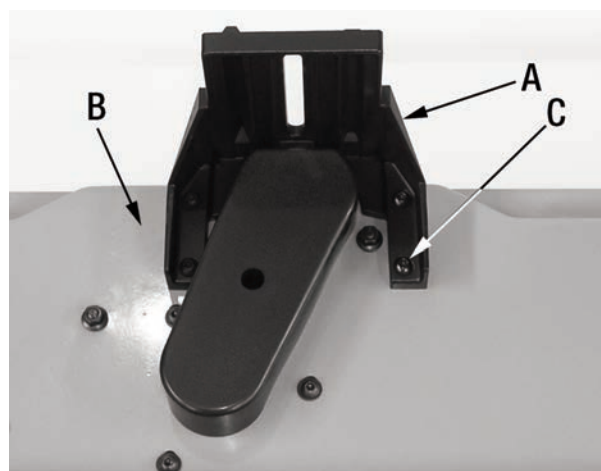

FIGURE 4
1) Installez le bras de support du guide (A) Fig.4 à l'arrière du cabinet (B) en utilisant les 4 vis allen à tête ronde (C).